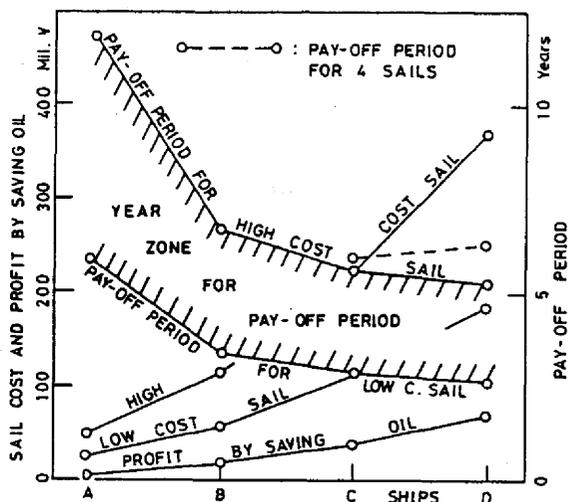

図4 帆装商船の経済性
たものとする。以上述べたような大まかな仮定の下に計算した結果を表4に併せ示し、これを図示したものが図4である。
これらの図表中Pay-off Period は帆装費を燃費の節減による年間利得で除したもので見かけの投資回収期間である。これらの計算結果をみると船型が大型化するほど投資回収期間が減少し、D船ではA船の半分以下となって有利なように見える。しかし、C、D船のような大型船では各々の帆が大きくなりすぎるから、実際には少なくとも4枚の帆を備えることになる。今仮にC船にはB船の、D船にはC船の低コストの帆を4枚装備し、2枚帆の場合と同じ利得が得られたとしても、投資回収期間は図4中に点線で示したようになり、高コス
- (1) 帆装により風の持つエネルギーを回収し、船の推力にかえるアイデアは硬帆と主機関を、連動させることにより成功したと言える。
- (2) 見掛け方向角の $\pm 15^\circ$ と言う小さい値から帆には推力が発生し、航海中の展帆率は70~80%にも達する。従って第5節に述べたような試算は帆装の効果を低めに推定していることになる。即ち、帆装による省燃費は予想以上のものがあるとみてよい。
- (3) しかしながら帆装費の高低によって投資回収期間に広い幅をもつことは図4に示した通りであり、当然のことながら帆装費をどこまで引下げ得るかが経済性を左右する要因の一つであることに間違いはない。
- (4) 今日迄の実績からすると小型船では燃費が割高であることと帆装に伴う耐航性の向上が運航性能の改善に寄与するところが大きく、経済的にも十分引き合うようである。更にアクア・シテイ号のようなやや大型の船にも比較的小さい帆を装備して帆装によるメリットを得ようとするのはうまい考えで今後普及するであろう。
- (5) また小型フェリー「はまなす」はメタセンター高さの大きい双胴船に帆装を加え、燃費の節減を計ると共にローリングを押さえ、乗心地を改善したのは一挙兩得というべきであろう。またこのように船体運動——ローリング、ピッチング、ヨーイング、或はサージング等——を帆が緩和する効果は非常に大きい。
- (6) 軟帆、つまりセーリングヨットと同じような帆はなるほど帆それ自体の価格は軟帆に比べて格段に安いし、更新も極めて容易である。しかしその反面、帆の開閉、収納及び迎角調整には一工夫必要であろうし、推力が得られる風向角の範囲もせまく、追手で